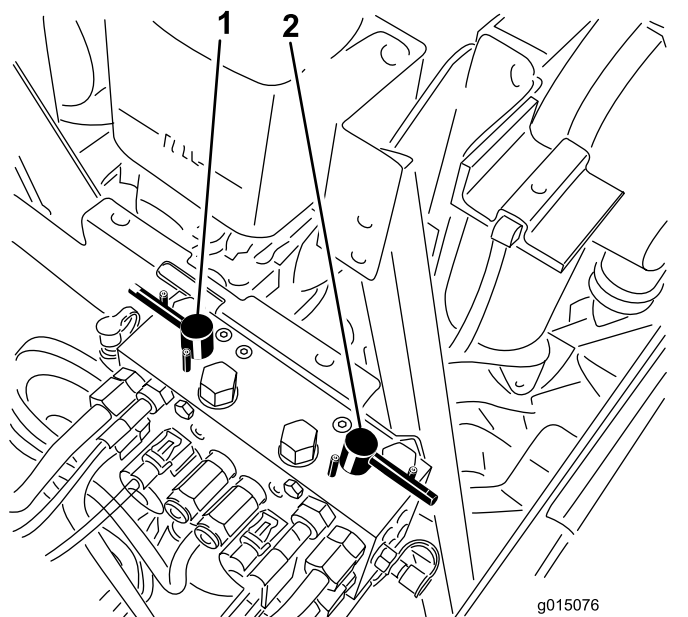

Figure 122
4. Sélectionnez les leviers de rodage avant, arrière ou les deux pour déterminer les unités qui doivent être rodées (Figure 122).